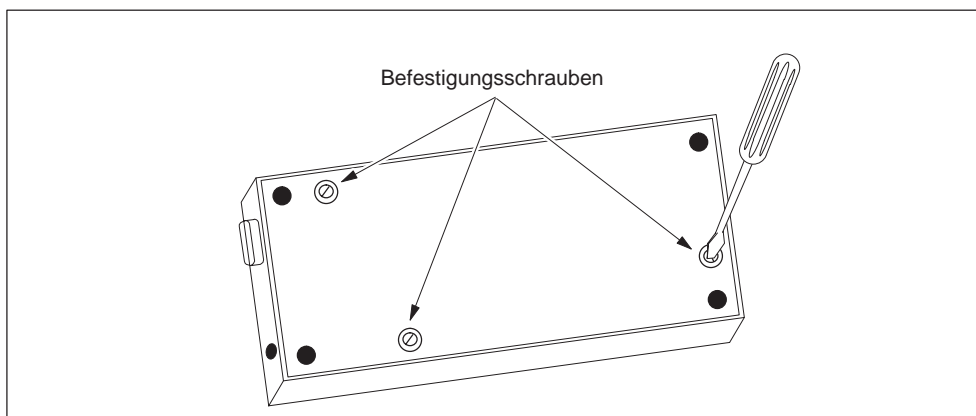

Bild 1-3 Herausdrehen der drei Schrauben
1. Drehen Sie die drei Schrauben an der Rückseite des TD 200 mit einem Schraubendreher heraus (siehe Bild 1-3).